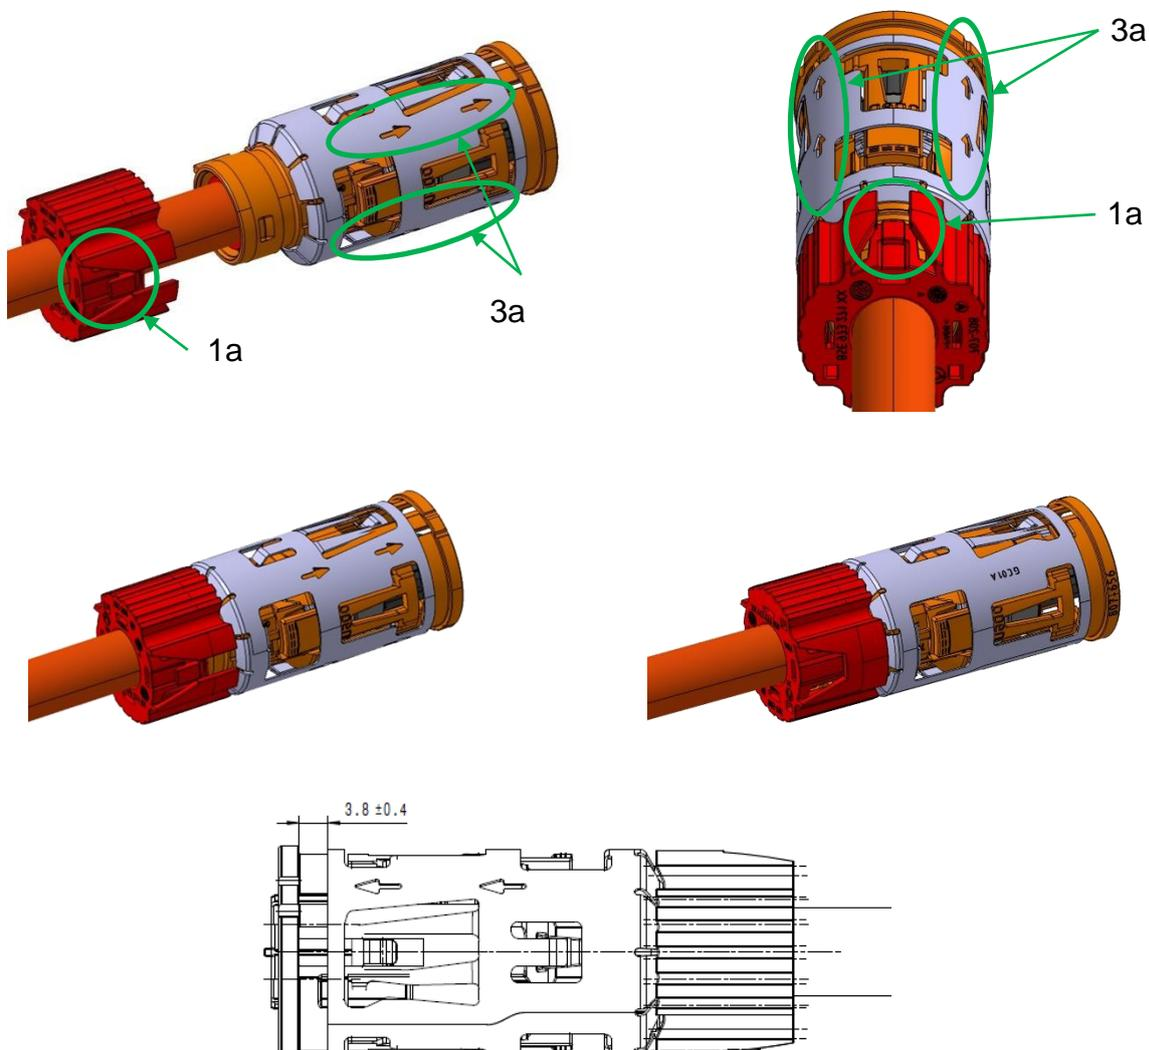

Bild 74: Haltekappe PLUS in Vorverrastposition
- Haltekappe PLUS [1] in die umlaufende Nut der Baugruppe Verriegelungseinheit [3] unter Berücksichtigung der Polarisierung einrasten. Der Loesbare Schnapphaken [1a] muss sich bei den Pfeilen der CPA [3a] befinden. Im Auslieferungszustand bzw. ungesteckten Zustand hat die Metall CPA, wie in der untersten Ansicht des Bild 74 dargestellt, einen Abstand von $3,8 \pm 0,4$ mm zum Bund der orangenen Verriegelungshülse.